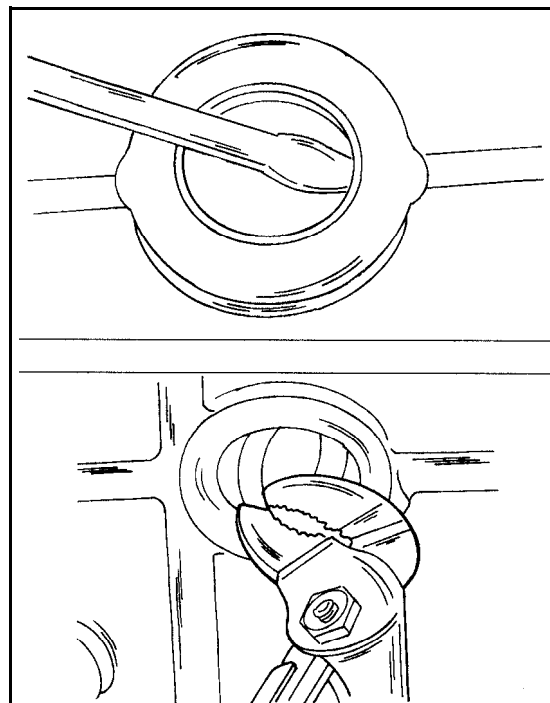

Bild 87
- Einen schmalen Meissel oder einen kräftigen Schraubendreher unter die Lippe des Kernlochstopfens untersetzen und den Stopfen hineinschlagen, bis er sich um ca. 90° um seine eigene Achse gedreht hat (siehe Bild 87).
Ausbau eines Kernlochstopfens, nachdem er wie in Bild 87 gezeigt vorbereitet wurde.